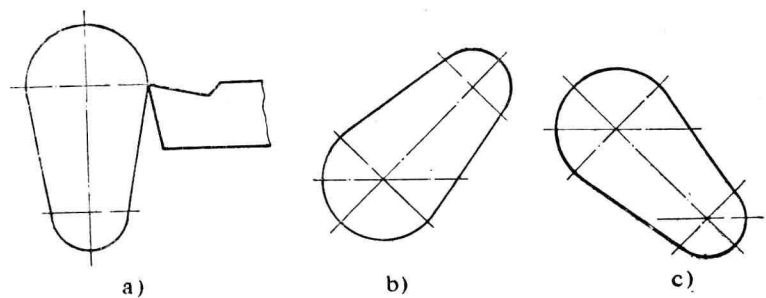

图6 凸轮轴
17. 如图 6 所示的 $\gamma_p=10^\circ$ 、 $\alpha_p=6^\circ$ 的车刀加工凸轮轴,当凸轮轴由a转向b和c的位置时,这把车刀能否继续切削?试提出改进措施并图示在b和c的位置上。